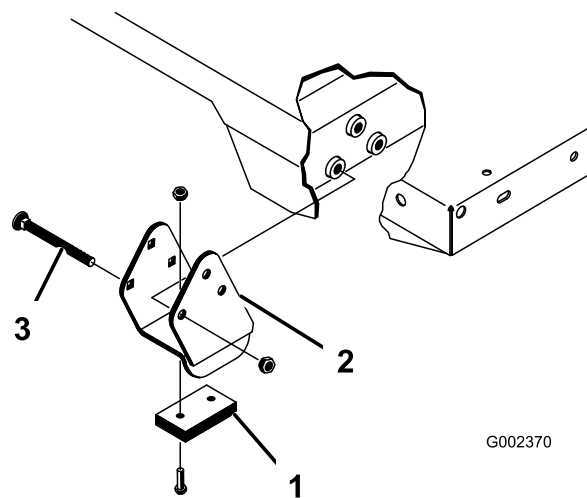

Figura 25
2. Coloque a plataforma com cuidado no chassi, alinhando os orifícios posteriores da placa articulada da plataforma com os orifícios do canal traseiro e coloque os 2 passadores de forquilha e pinos de sujeição (Figura 25).
4. Introduza o passador de forquilha na parte exterior da plataforma com o pino de sujeição virado para fora (Figura 25).
Certifique-se de que os suportes dos espaçadores e os bloqueios contra desgaste (Figura 25) foram instalados na cabeça das porcas no interior da máquina.